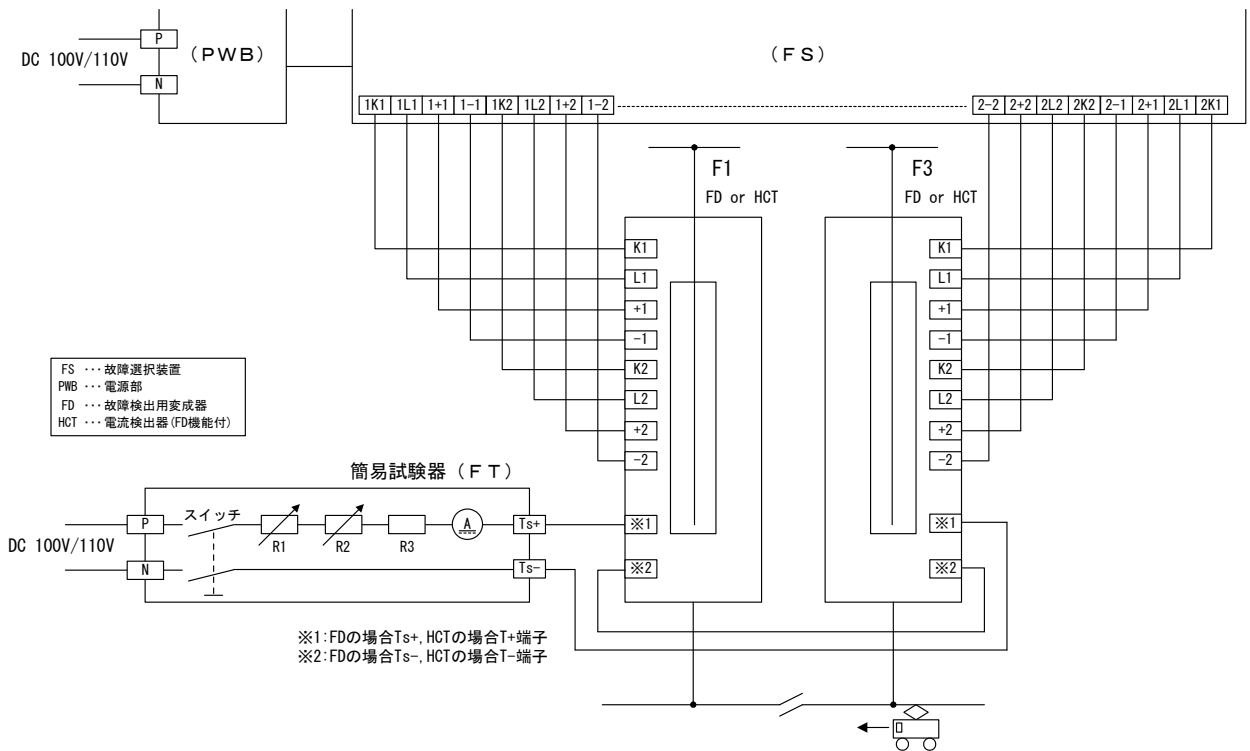

図 34. セクション補償試験回路
- ② 簡易試験器 (FT) のスイッチを投入し、可変抵抗器 R1, R2 を操作して試験コイルに流す電流を 2.2A (一次電流約 2200A に相当) に調整して下さい。
- ③ 2.2A の電流を約 2 秒間通電後にスイッチを切り、そのとき装置が動作しないことを確認して下さい。装置の回生失効時の不要動作防止機能が正常な場合、装置は動作しません。
- ① 図 34 のように装置を接続して下さい (セクション補償用 FD または HCT の試験端子の極性を逆に接続することに注意)
- ② 「a. の等価試験の試験方法」に準じて動作試験を行って下さい。この場合の動作値は、a. の試験結果の約 2 倍の電流値であれば装置は正常です。なおセクション補償率は、次の計算によって求めます。